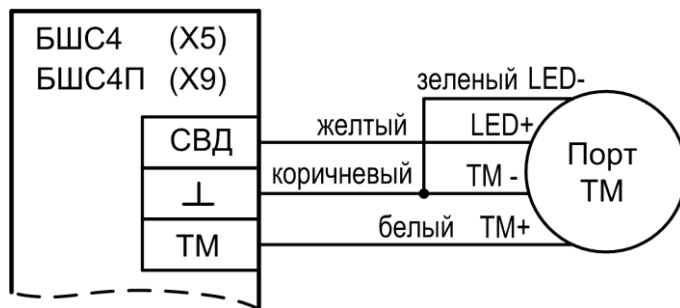
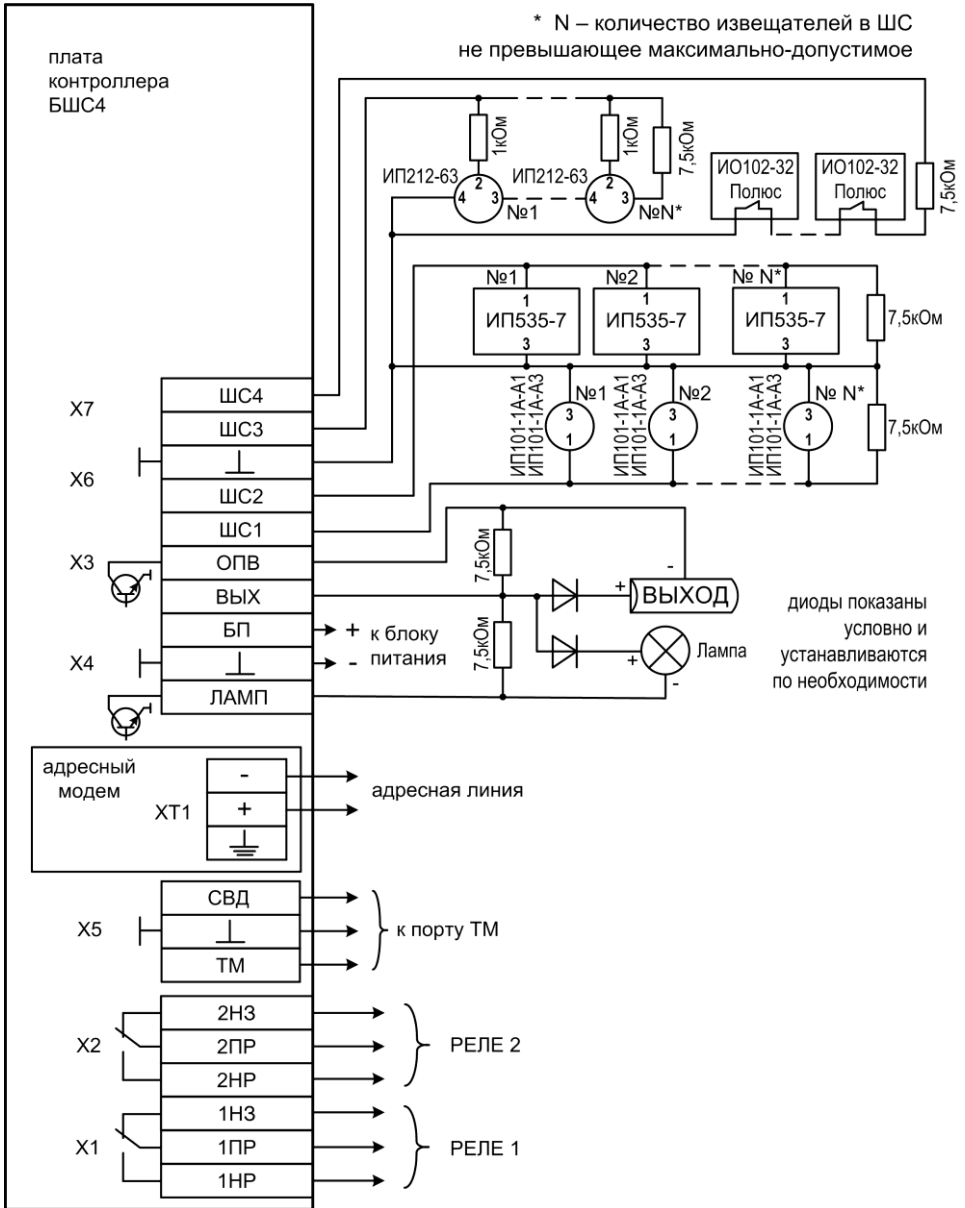

Рис.17 Схема подключения порта Touch Memory к БШС4 и БШС4П
Рис.18 Схема внешних подключений БШС4
- 2). Подсоедините оконечные резисторы 7,5 кОм (поставляются в комплекте) к входам ШС, выходам оповещения блока (или линиям контроля – у БР-4), чтобы блок не отображал неисправности (рис.18, 19).
13.4 Подключите к блокам расширения охранные и пожарные извещатели, оповещатели (рис.18 и 19), порты ТМ (рис.17). Проверьте работоспособность блоков в системе, путём принудительного срабатывания каждого ШС.